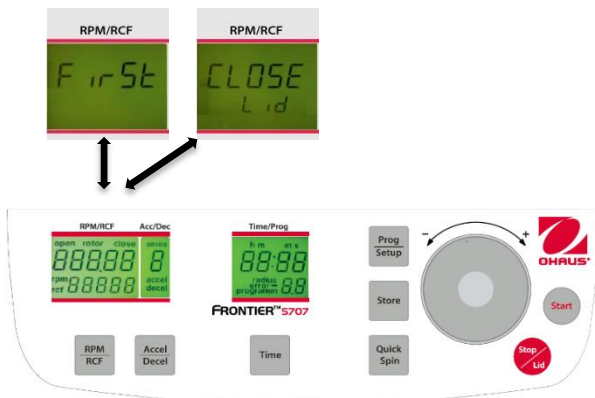
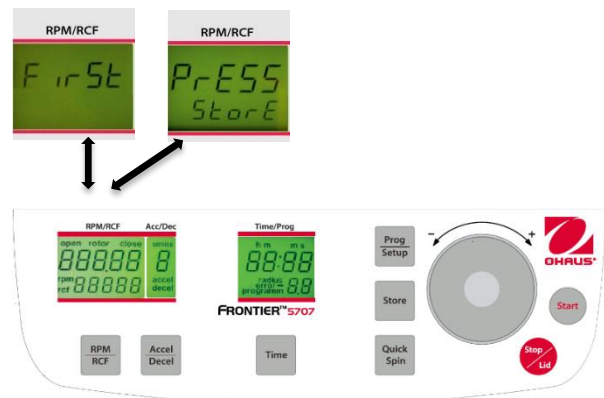

Figure. 21
Figure. 22
Fermer le couvercle de la centrifugeuse. Procéder dorénavant selon la description précédente afin de définir tous les paramètres importants de la centrifugation. Si le couvercle n'est pas fermé lors de la mémorisation du programme, les mots **"FirSt"** et **"CLOSE Lid"** (voir la figure 21) clignotent alternativement sur l'affichage **"RPM/RCF"** (A-1). Si la centrifugation doit être démarrée sans mémorisation du programme, les mots **"First"** et **"PrESS StoreE"** (voir la figure 22) clignotent alternativement sur l'affichage **"RPM/RCF"** (A-1).
Pour adapter les données, appuyer sur la touche **"Store"** (2) (voir les figures 21 et 22) pendant 1 seconde environ. Si le programme est correctement mémorisé, le mot **"StoreE"** apparaît sur l'affichage **"RPM/RCF"** (A-1). Ceci aura pour effet de faire disparaître le mot **"programm"** (M10).